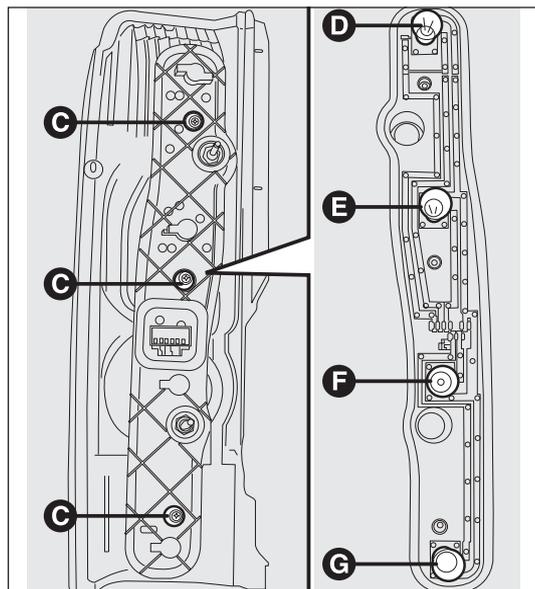

Abb. 196
- die Schrauben C-Abb. 196 mit dem mitgelieferten Schraubenzieher herausdrehen und den Lampensockel herausziehen;